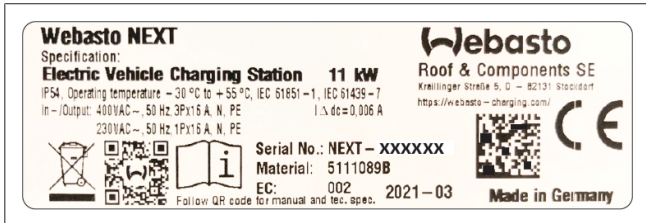

Abb. 1 Beispiel Webasto Next Typenschild (11kW Version)
3. Geben Sie die Details für Ihr Ladegerät im folgenden Format ein. Diese Informationen können Sie beispielsweise Ihrem Typenschild auf Ihrem Ladegerät entnehmen (vgl. Abb. 1):